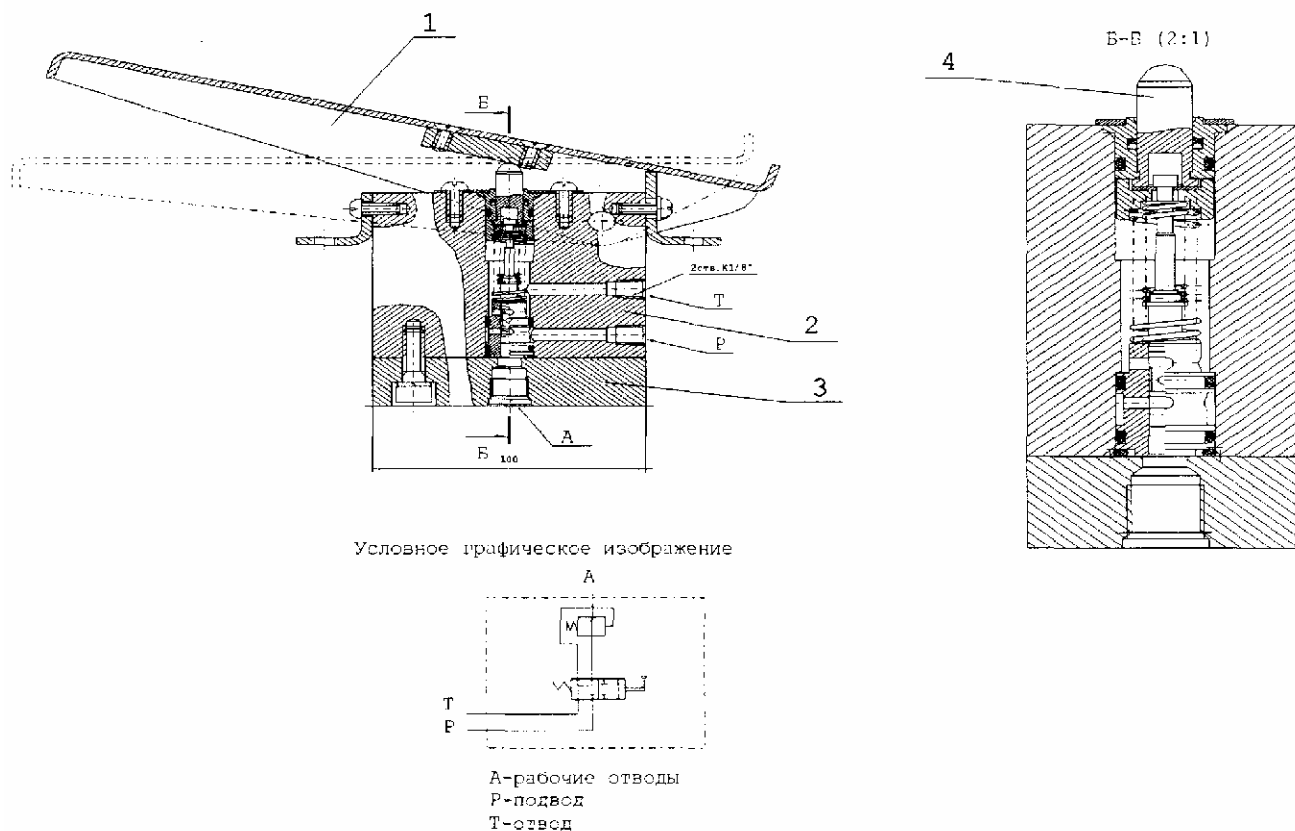

Рис. 53 Блок управления педальный
4) блок управления IV (рис. 53) - педальный однозолотниковый.